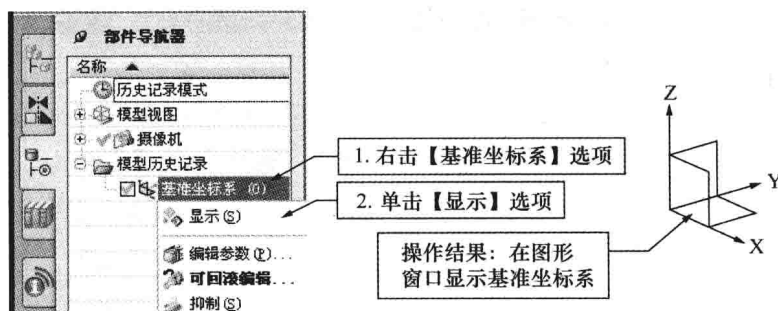

图 1-6 显示基准坐标系 CSYS 步骤
(1) 显示基准坐标系 CSYS。在【资源条】上单击【部件导航器】选项卡 ，显示【部件导航器】列表，如图 1-6 所示。按照图 1-6 所示的步骤操作，在图形窗口显示基准坐标系 CSYS。